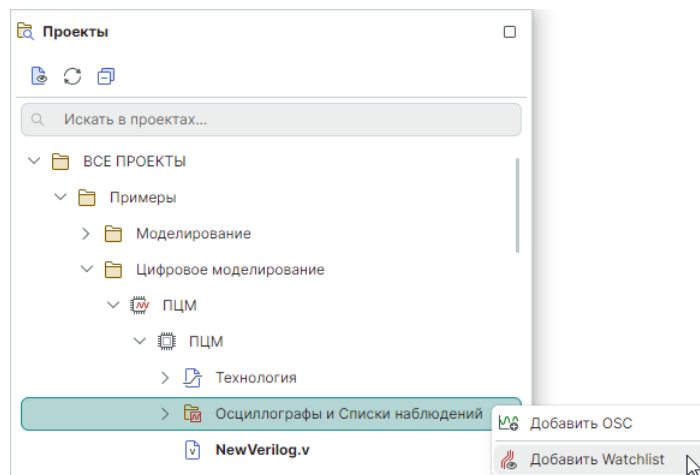

Рис. 50 Добавление списка наблюдений
2. Вызовите контекстное меню с узла «Осциллографы и Списки наблюдений» и выберите пункт «Добавить Watchlist», см. Рис. 50.